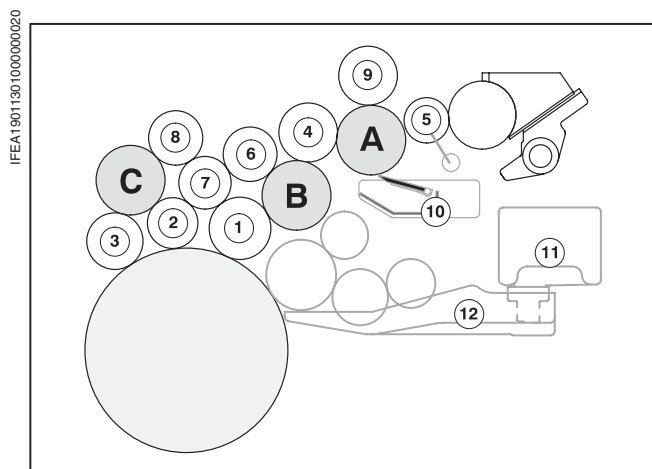

Рис. 3 Последовательность монтажа валиков на ПС 2
Съемные валики в ПС2 на Рис. 3 пронумерованы от ① до ⑨. Растирочные валики А, В, С и дуктор извлечь нельзя. - Нумерация является рекомендуемой **последовательностью их монтажа**. Шейки накатных валиков маркированы разными цветами.
- ① 1-ый накатной валик Ø 54,7 мм (желтый)
- ② 2-ой накатной валик Ø 45 мм (синий)
- ③ 3-ий накатной валик Ø 50 мм (красный)
- ④ 1-ый передаточный валик Ø 52 мм
- ⑤ Красочный передаточный валик Ø 40 мм
- ⑥ 2-ой передаточный валик Ø 48 мм
- ⑦ 3-ий передаточный валик (рильсан) Ø 46,5 мм
- ⑧ 4-ый передаточный валик Ø 48 мм
- ⑨ Грузовой валик Ø 54,7 мм (желтый)
- ⑩ Устройство для смывки красочных валиков